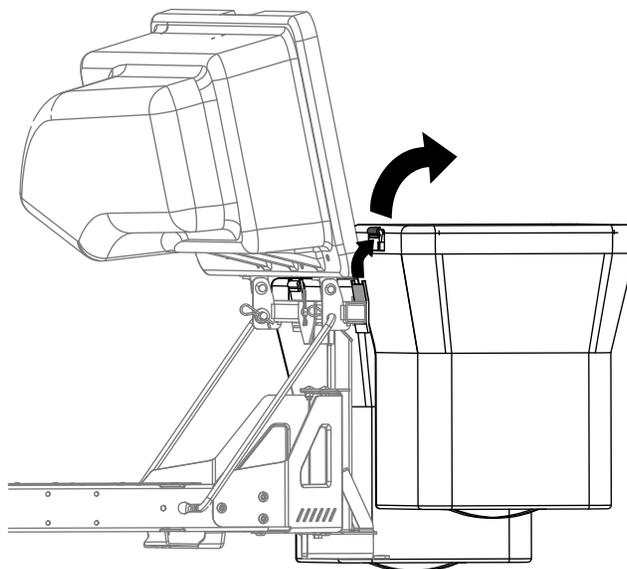

**Рисунок 33**
3. Откройте (поднимите) верхнюю часть травосборника (**Рисунок 33**).